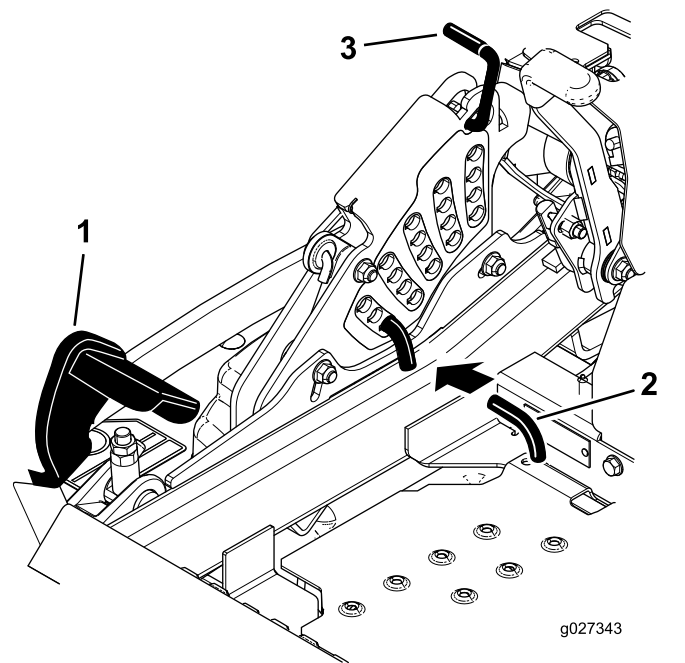

Bild 92
5. Treten Sie das Mähwerkhubpedal ganz durch, damit das Mähwerk in der 14-cm-Transportstellung einrastet (Bild 92).